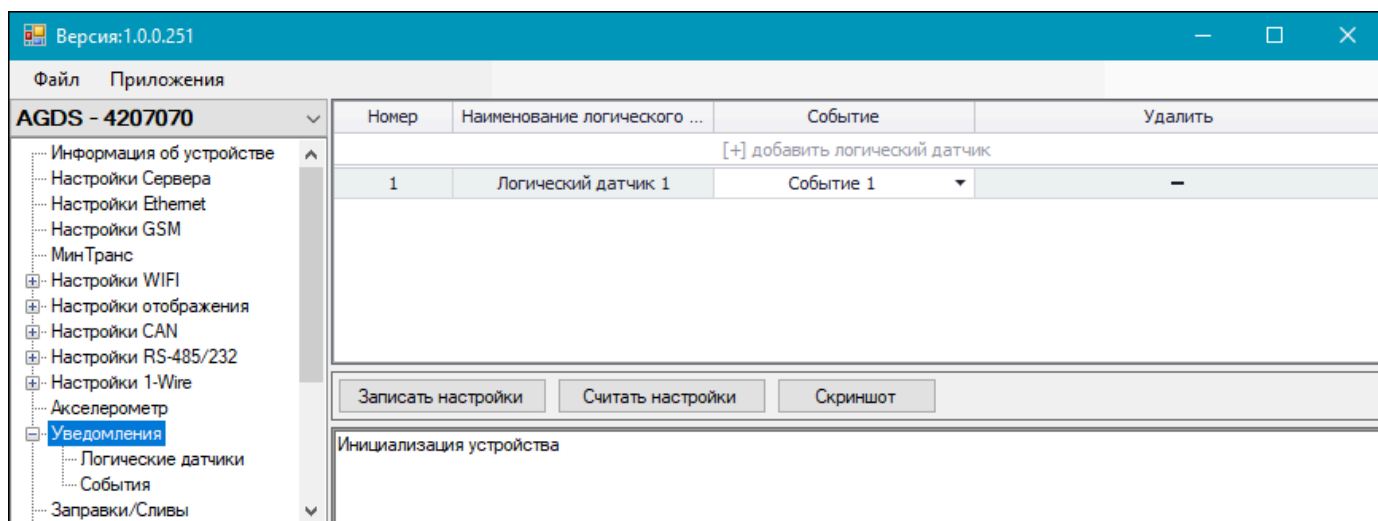

Рис.91. Рабочая область пункта «Уведомления»
6. Выберите в списке программы-конфигуратора пункт «**Уведомления**» (Рис.91).